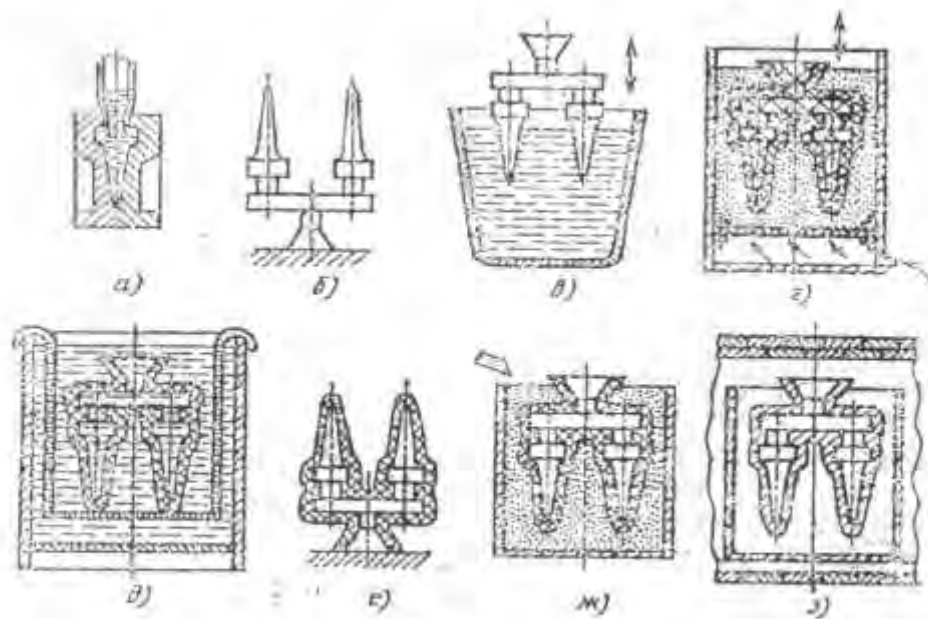

Рис. 4. Схема последовательных операций формовки при литье по плавящим моделям
3.1.Объяснить по рис.4 последовательность изготовления формы с использованием выплавляемых моделей.